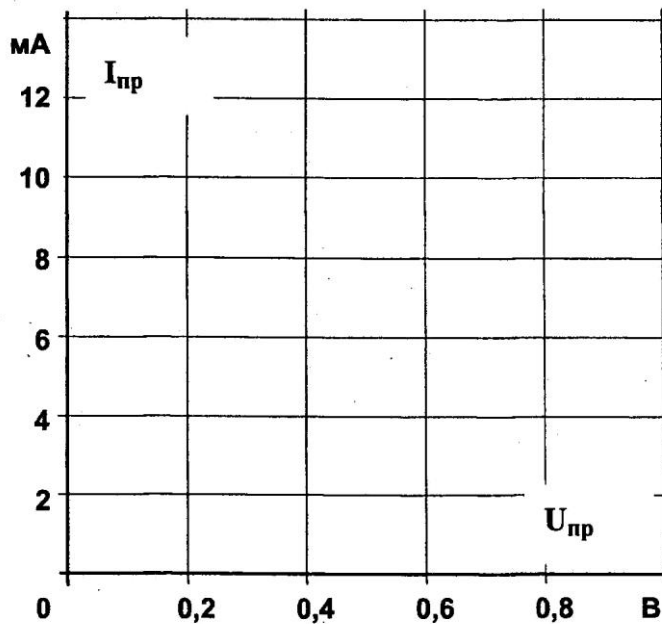

Рис. 5.1.3
- На рис. 5.1.3 постройте графики $I_{ПР}(U_{ПР})$ для каждого случая и убедитесь, что вольт-амперные характеристики всех **р-n** переходов практически совпадают.